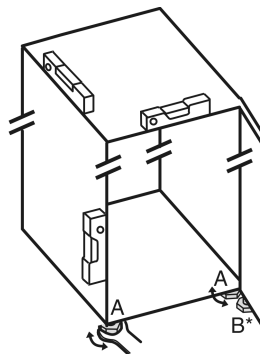

Fig. 5
- Skruva ut justeringsfötterna Fig. 5 (A) med bifogad skruvnyckel och ta hjälp av ett vattenpass så att skåpet står stadigt och jämnt.
- Skruva ut lagerbockens justeringsfot Fig. 5 (B) med bifogad skruvnyckel tills den står på golvet.
- Vrid justeringsfoten Fig. 5 (B) ytterligare 90°.